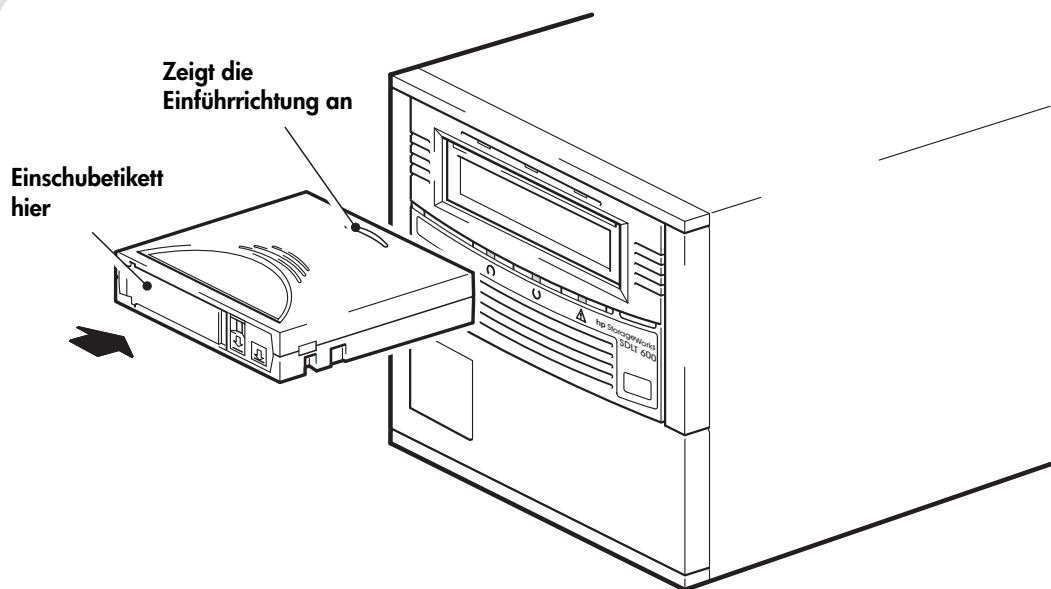

Abbildung 7a: Einlegen einer Kassette
- 1 Legen Sie die Kassette in den Einschub auf der Vorderseite des Laufwerks so ein, dass die Markierungen nach oben und zur Laufwerksöffnung zeigen. Drücken Sie vorsichtig auf die Rückseite der Kassette, bis die Kassette vom Laufwerk aufgenommen wird. (Siehe Abbildung 7a.)